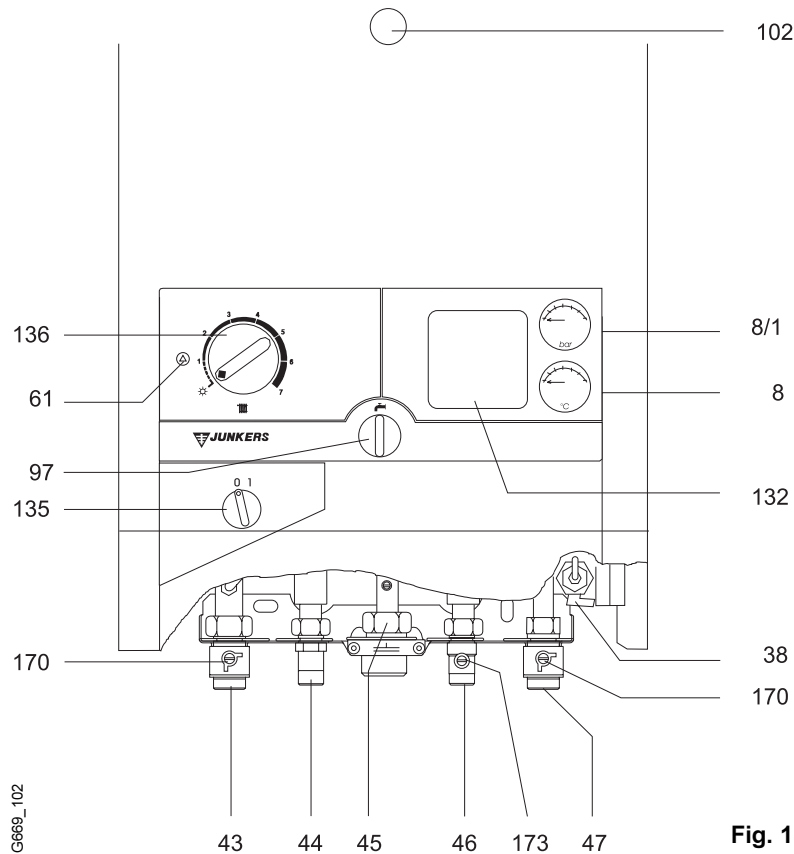

Fig. 18
Comprobar si el selector de temperatura (pos. 136, fig. 18) desconecta el gas al quemador a la temperatura máxima ajustada.
Si ocurre alguna avería durante el funcionamiento de la caldera, el LED (pos. 61, fig. 18) parpadeará con una frecuencia según el código de avería. La caldera solo volverá a funcionar si el usuario presiona el botón de desbloqueo (pos. 61, fig. 18) y la causa de la avería ha sido eliminada.
Comprobar las llamas del quemador por el orificio de control (pos. 102, fig. 18).
Cerrar la llave de paso de agua fría (pos. 173, fig. 18).
Llaves de corte de calefacción (pos.170, fig. 18)
Llave de entrada agua fría (pos. 173, fig. 18)
Llenar la instalación hasta aprox. 1,5 bar, abriendo la llave de llenado (pos. 38, fig. 18).